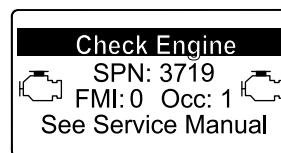

Figura 39
- Advertencia del motor SPN 3719, FMI: 0 (Figura 39)